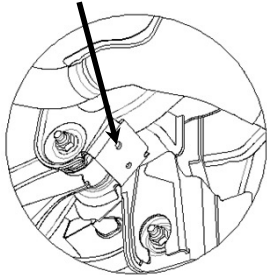

Figure 3
- Sur les modèles Buick LaCrosse et Cadillac XTS, agrandir le trou arrière de la monture de suspension du véhicule pour recevoir le boulon 1/2 po. Voir la Figure 3.
- Poser les boulons de carrosserie 1/2 po (4) sur la plaque du support d'attelage.